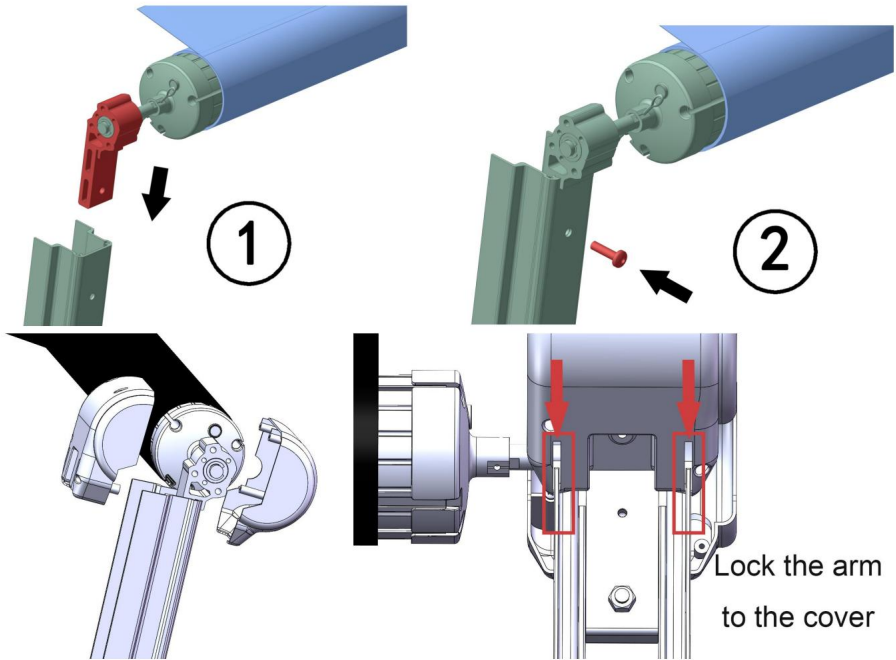

Figura D17
3.7.2 Retire la cubierta decorativa en la parte superior del brazo plegable del lado sin motor, inserte el soporte y el rollo del lado sin motor en la parte superior del brazo plegable, fíjelo con tornillos (todos los tornillos en las cubiertas) e instale la cubierta decorativa. (Figura D17)